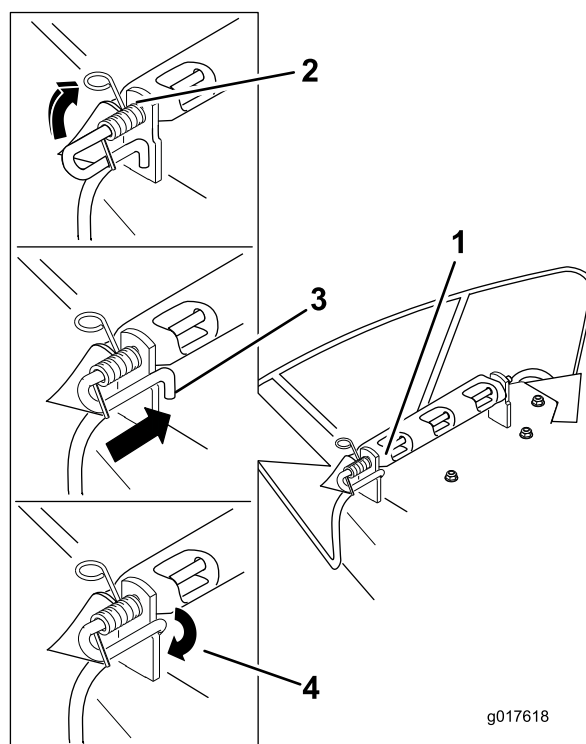

Figure 66
- Positionnez le nouveau déflecteur d'éjection en plaçant les extrémités du support entre les supports soudés du tablier, comme montré à la Figure 66.
- Positionnez le ressort sur la tige comme montré à la Figure 66, de sorte que l'extrémité la plus courte du ressort sorte du dessous de la tige avant le coude et passe par-dessus la tige à son retour.
- Soulevez le côté avec la boucle du ressort et placez-le dans le cran du support de déflecteur (Figure 66).
- Fixez l'ensemble tige et ressort en le tournant de sorte à pouvoir placer l'extrémité courte de la tige derrière le support avant soudé au tablier de coupe (Figure 66).